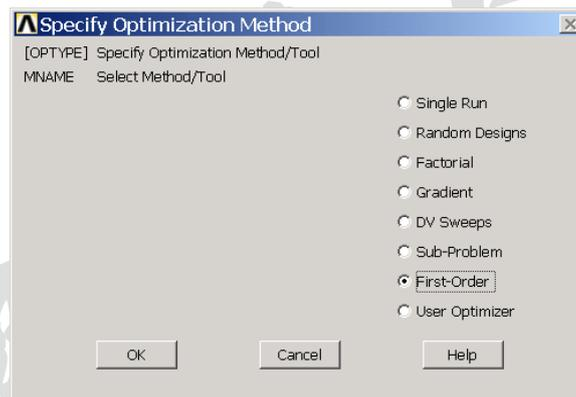

图12.41 选择优化方法
(33) 下面选择优化工具。单击 **Main Menu>Design Opt>Method/Tool** 菜单，弹出如图 12.41 所示的 **Specify Optimization Method** 对话框。选择 **First-Order**（一阶方法），然后单击 **OK** 按钮。